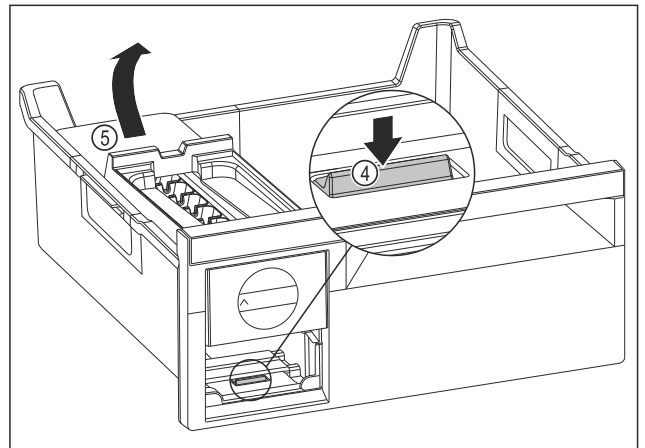

Fig. 117
- ▶ Retirer le corps de l'EasyTwist-Ice : Avec le doigt, pousser la languette Fig. 117 (4) vers le bas tout en soulevant de l'autre main le corps de l'EasyTwist-Ice Fig. 117 (5) depuis l'arrière.